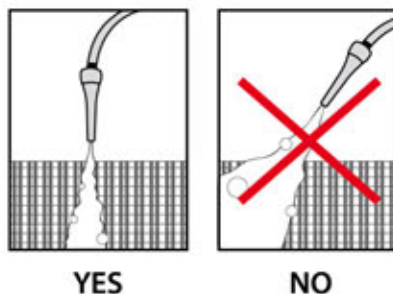

FIG.59
8. Tous les six mois, nettoyer la surface a ailettes et les ventilateurs en utilisant un jet d'eau à une pression inférieure à 2 bars. Brosser d'éventuels résidus présents sur les ailettes en utilisant une brosse souple (FIG. 59).